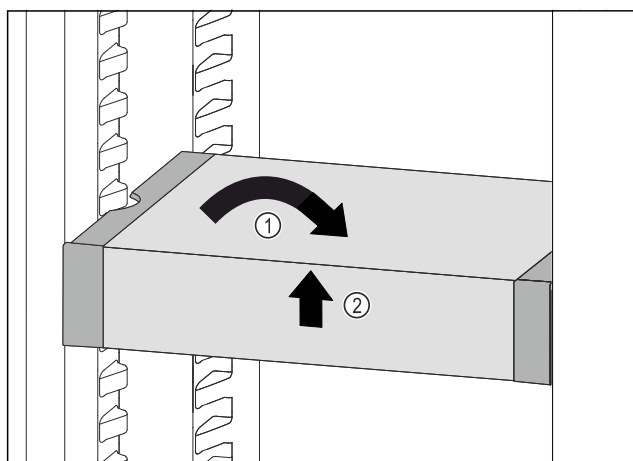

Fig. 84
- ▶ Placer VarioSafe lige. Fig. 84 (1)
- ▶ Løft VarioSafe op foran. Fig. 84 (2)